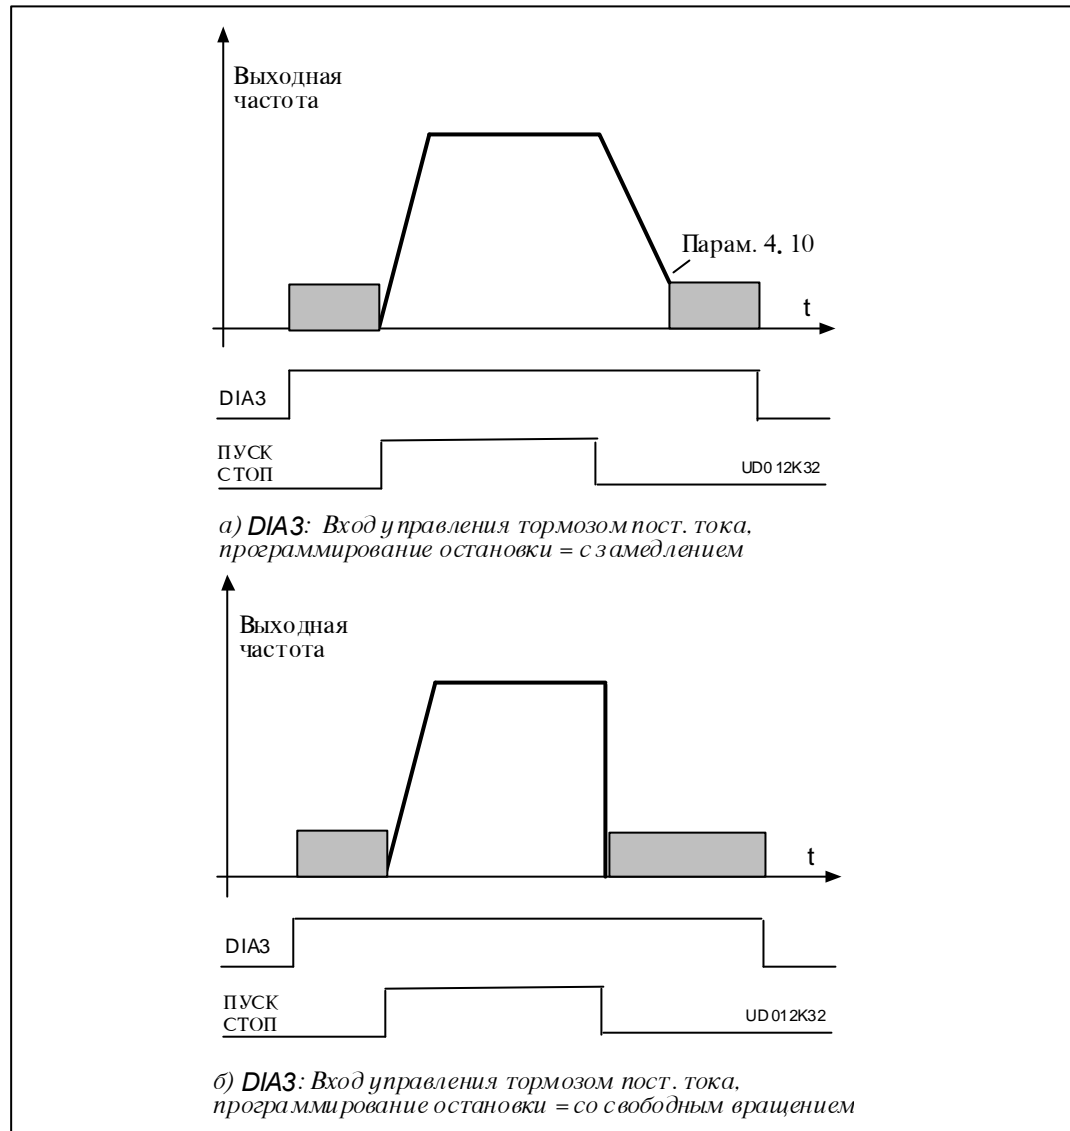

Рис. 3.5-4 DIA3 в качестве входа активизации тормоза постоянного тока
- 9:** Команда на торм. пост. током конт. замкнут = Тормож. пост. током действует, пока контакт не будет разомкнут, см. рис.3.5-4. Ток при торм. пост. током устанавливается параметром 4. 8.